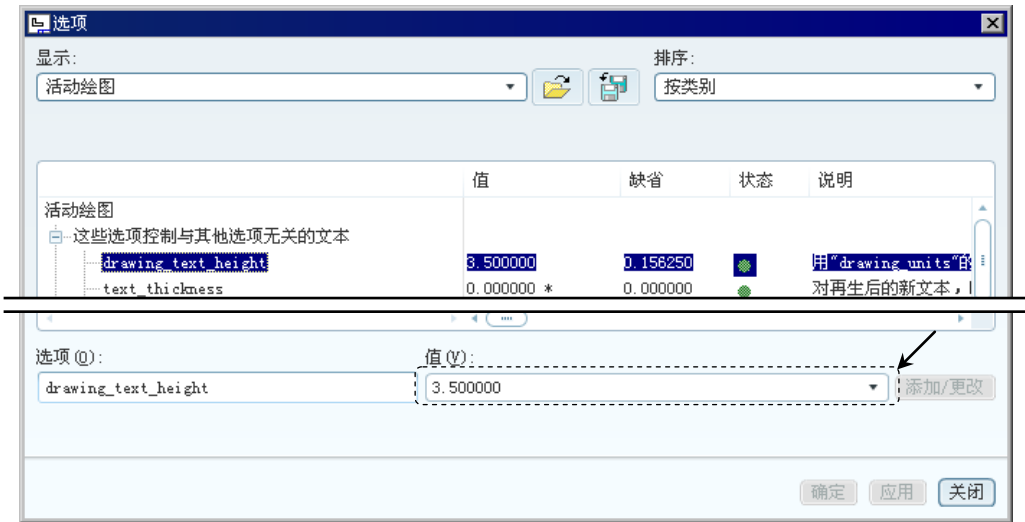

图 2.1.3 “选项”对话框（二）
Step2. 选择下拉菜单 **文件(F)** → **绘图选项(O)** 命令，系统弹出图 2.1.3 所示的“选项”